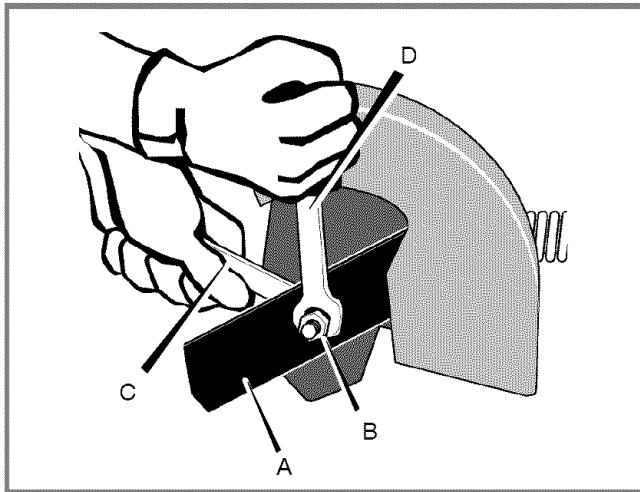

Figura 18: Extracción de la cuchilla
NOTA: Para retirar o ajustar la contratuerca de la cuchilla, use siempre el método que se muestra en Figura 18. Primero, coloque la llave (C) para sujetar la tuerca ubicada detrás de la cuchilla. Luego, gire la llave (D) para retirar o ajustar la contratuerca de la cuchilla.